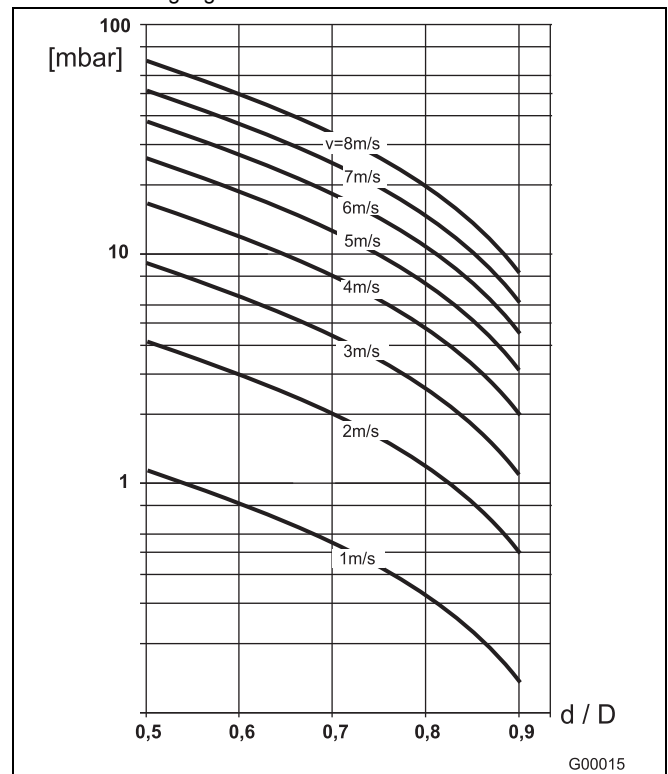

Abb. 24
- Die Fließgeschwindigkeit aus dem Durchflussnomogramm (Abb. 24) entnehmen.
- In der Abb. 24 auf der Y-Achse den Druckverlust ablesen.